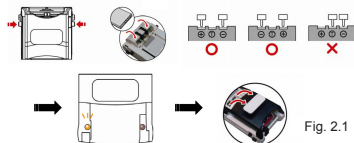

Fig. 2.1
Lav kontakt med batteriets ladekonnektorer indtil den gule LED (5) indikator tændes; fastgør derefter batteriet med bagpladens fastgørelsespal (8) eller dæksel (10) (se venligst Fig. 2.1).